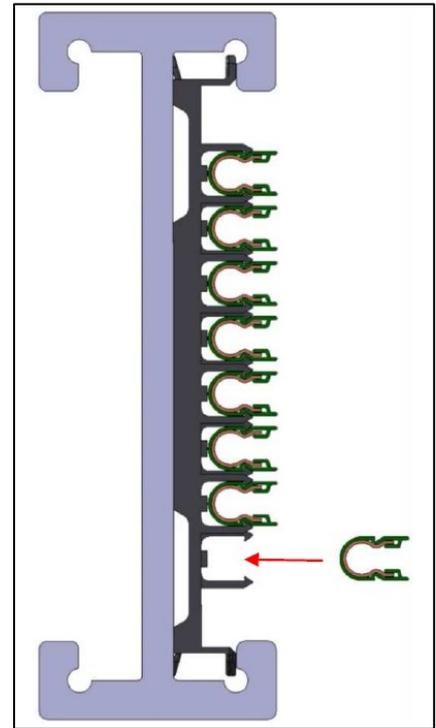

図 10: コンダクターレール取付
- コンダクターレールはコンパクトハンガーに挿入し、フックで保持されます(図 10 参照)。